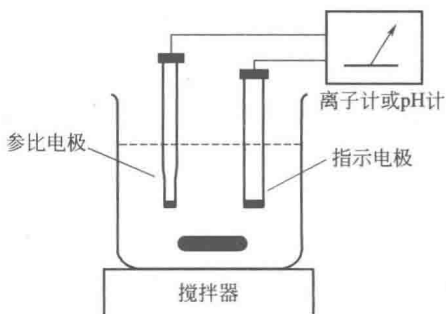

图 1-2 直接电位法测定装置示意
(1) **直接电位法** 直接电位法是通过测量电池电动势(图 1-2)来确定指示电极的电位，然后根据 Nernst 方程由所测得的电极电位值计算出被测物质的含量。常用于溶液 pH 和一些离子浓度的测定。可用于许多阴离子、阳离子、有机物离子的测定，尤其是一些其他方法较难测定的碱金属、碱土金属离子、一价阴离子及气体的测定。因为测定的是离子的活度，所以可以用于化学平衡、动力学、电化学理论的研究及热力学常数的测定。